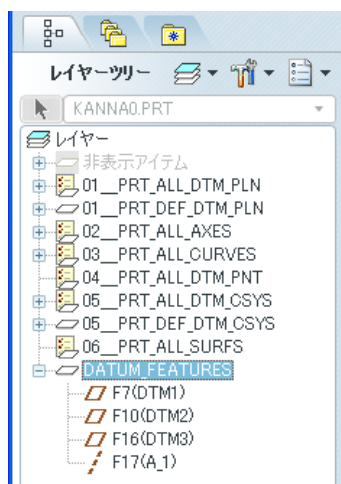

図 4-88 追加された新規レイヤー
- ・ ナビゲーターのモデルツリーをレイヤーツリーに変更「**DATUM_FEATURES**」があることを確認したら、パスをクリックし三つのデータム平面フィーチャーと一つのデータム軸フィーチャーが追加表示されているのを図 4-88 で確認することができる。